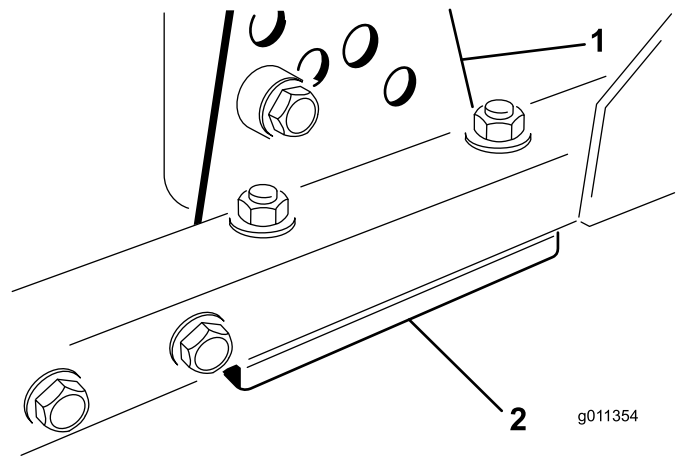

Bild 74
1. Entfernen Sie die Schnitthöhen-Einstellhalterung (vorne, links oder rechts) vom Mähwerkrahmen (Bild 74).
2. Führen Sie 1,5-mm- und/oder 0,7-mm-Beilagscheiben zwischen dem Mähwerkrahmen und der Halterung ein, um die gewünschte Schnitthöhe zu erhalten (Bild 74).